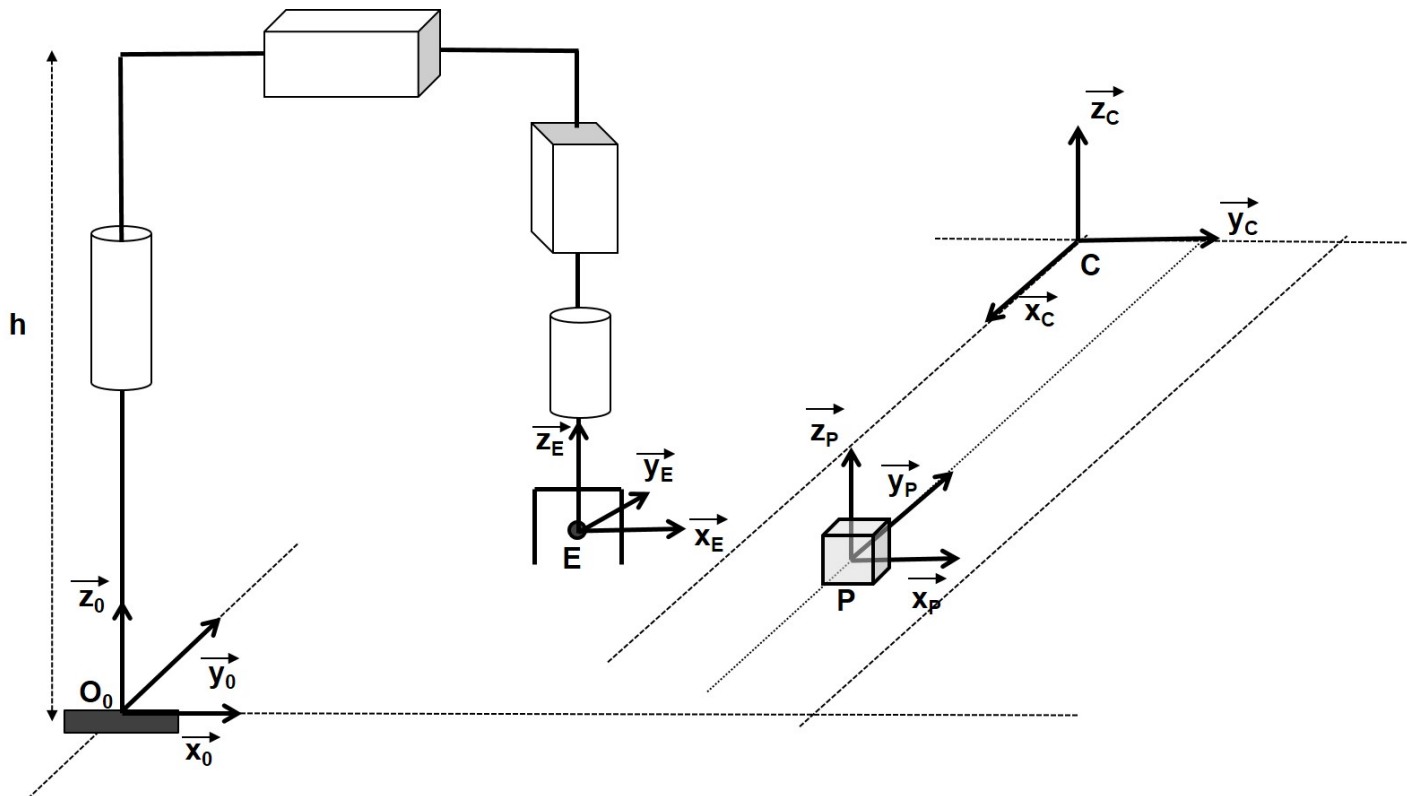

FIGURE 2 – Robot RPPR.
4. Suite à cette expérience, on renouvelle le parc de robots et on remplace le robot B par un bras manipulateur comportant une liaison supplémentaire (cf. figure 2). Déterminer à nouveau la configuration du robot permettant d'aller saisir la pièce lorsque sa position et son orientation sont définies comme précédemment.